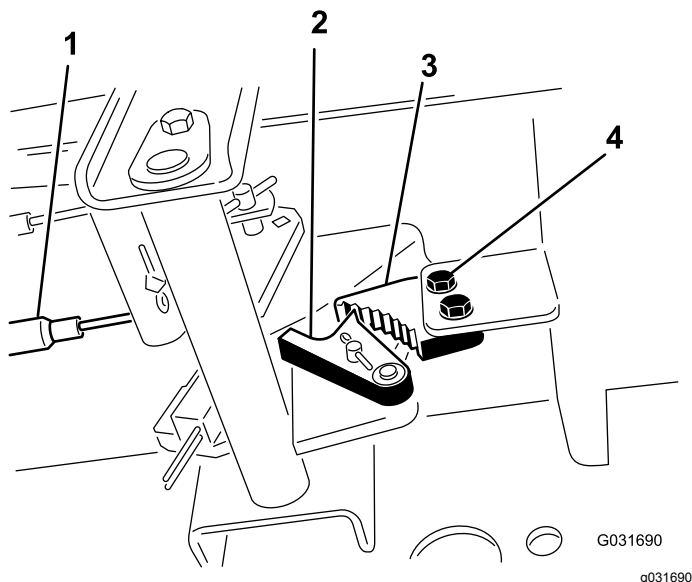

図 55
1. 駐車ブレーキのツメをフレームに固定しているねじ2本をゆるめる 図 55。
2. ブレーキのツメが戻り止めに完全に掛かるまで駐車ブレーキペダルを前に踏み込む 図 55。